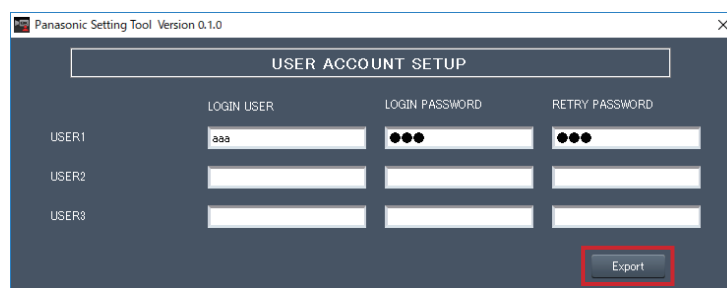

図 1
最大 3 名までのユーザーアカウントを登録することができます。(図 1)
- [Export] ボタンをクリックする (図 1)